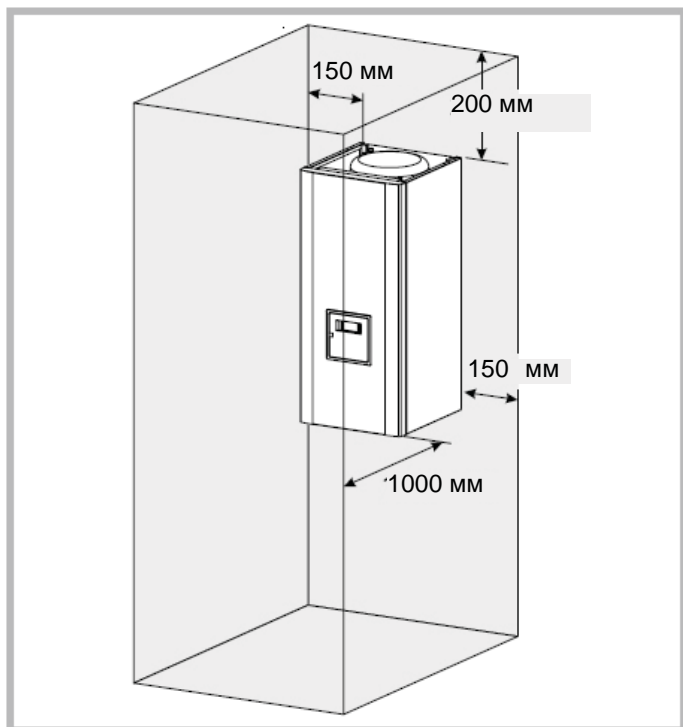

Рис. 15 – минимальные монтажные зазоры вокруг внутреннего блока и расстояния до легковоспламеняемых перегородок
- Для облегчения техобслуживания и свободного доступа к узлам системы необходимо предусмотреть достаточные зазоры вокруг внутреннего блока (рисунок 15).